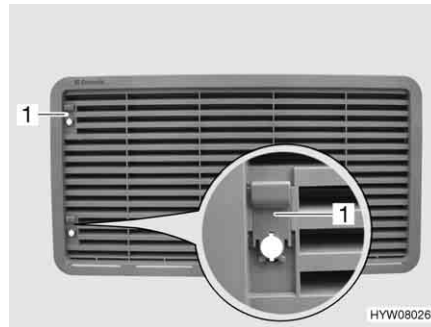

Fig. 157 Grille d'aération du réfrigérateur (avec curseur)
- Pousser le curseur (Fig. 157,1) vers le haut.